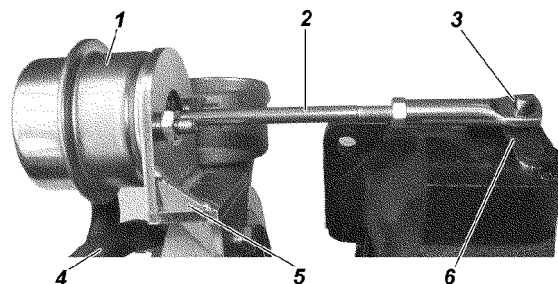

Рис. 4.163. Механизм регулирования:
- наличие стопорного кольца 3 (рис. 4.163) в механизме регулирования;
Внимание! Запрещается самостоятельно изменять длину штока 2 (см. рис. 4.163) в механизме регулирования ТКР, зафиксированную изготовителем с помощью гайки.